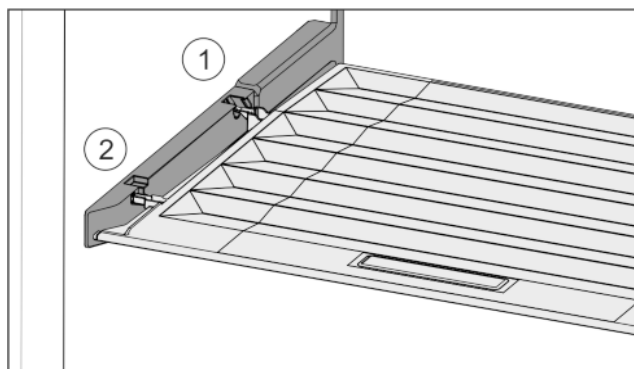

Fig. 36
- Výstupky víka zaved'te do zadních držáků Fig. 36 (1) a vpředu zaklesněte do držáku Fig. 36 (2).